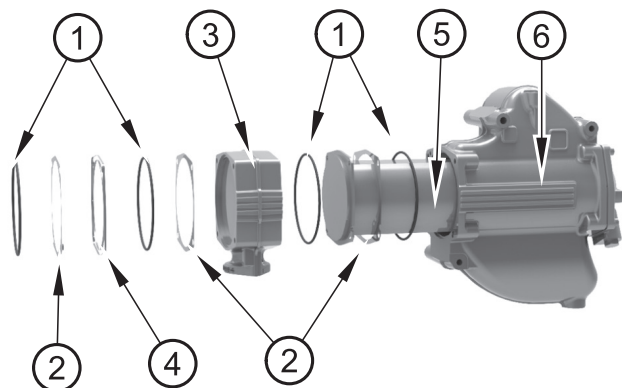

Figura 21
3. El conjunto del refrigerador posterior puede desmontarse según la figura 21.